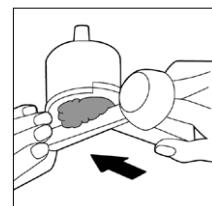

Figura 19
- El clip retener del filtro debe estar en posición hacia atrás (Figura 19) cuando se instala el portafiltro en la unidad.